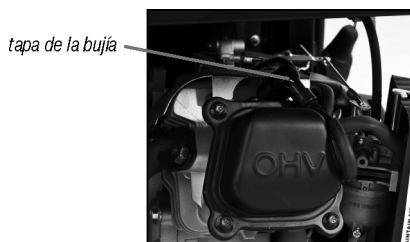

Fig. 22 – retirando la bujía
- 4 – Con auxilio de una llave de bujía, retire la bujía (fig. 22);